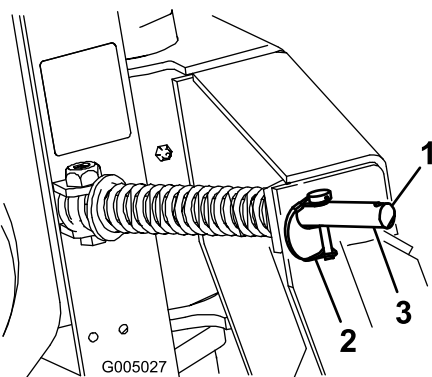

図 6
1. 各リンチピンをスプリングロッドの外側の穴に移動させる。これによりプラウが左右に移動できるようになる 図 6。
1. リンチピンをスプリングロッドの内側の穴に移動して左右の動きを止める 図 6。